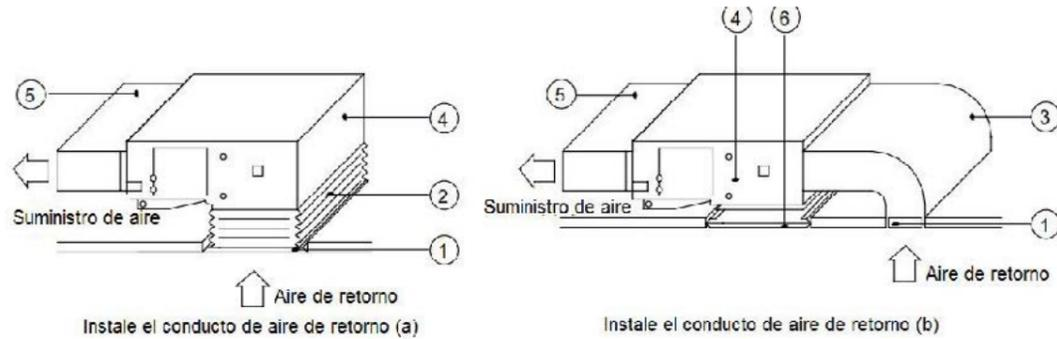

Figura 38. Instalación del conducto de aire de retorno
- (3) Si se desea utilizar el aire de retorno de la parte inferior, solo cambie de lugar la brida rectangular y la placa de cubierta del aire de retorno.
- (4) Conecte un extremo del conducto de aire de retorno a la salida de aire de retorno de la unidad por medio de los remaches y el otro a la persiana de aire de retorno. Por razones de conveniencia para ajustar libremente la altura, un corte de conducto de lona será útil, el que puede ser reforzado y doblado con alambre de hierro 8#.
- (5) Es probable que se produzca más ruido en el modo de aire de retorno de la parte inferior que en el modo de retorno de aire hacia atrás, de modo que se sugiere instalar un silenciador y una caja de presión estática para minimizar el ruido.
- (6) El método de instalación puede ser elegido considerando las condiciones del edificio, mantenimiento, etc., tal como se indica en la Figura 38.